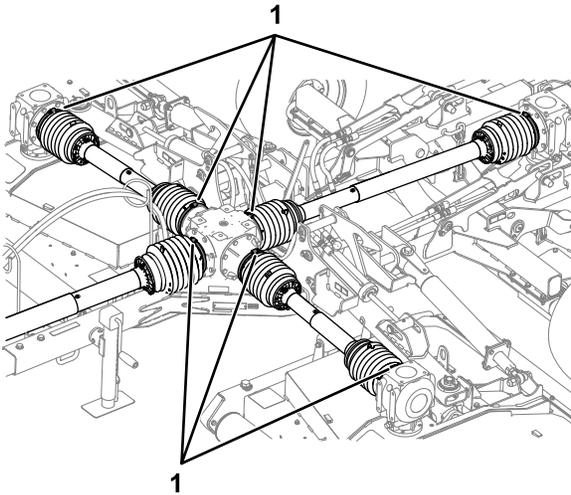

図 16
7. ホースクランプ7個が駆動シャフトガードを各ギアボックスに確実に固定していることを確認する 図 16。